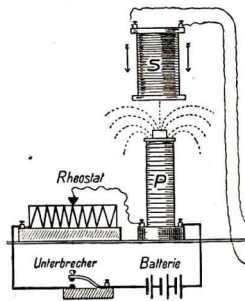

Abb. 373
2. Mit zwei Spulen P und S, genannt Primär- und Sekundärspule. Die **Primärspule P** hat dicke Windungen und enthält einen Eisenkern. Sie wird mit einer Batterie verbunden und wirkt als **Elektromagnet**. Sie liefert die Kraftlinien, die geschnitten werden sollen (Abb. 373).